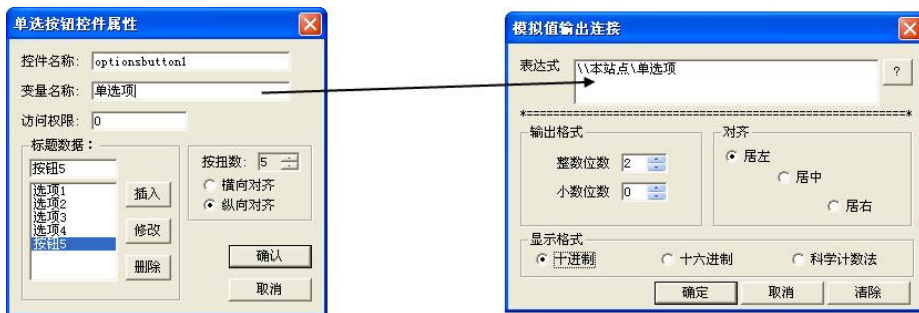

图 14.30 定义单选按钮控件属性
✧ **对齐选项**：定义单选按钮的排列方式。“横向对齐”表示单选按钮将横向排列为一行；“纵向对齐”表示单选按钮将纵向排列为一系列。定义完成的控件如图 14.30 所示。
如图 14.30 所示定义控件属性与变量相关联。
- 在画面上创建单选按钮控件，定义控件属性如图 14.30 所示。